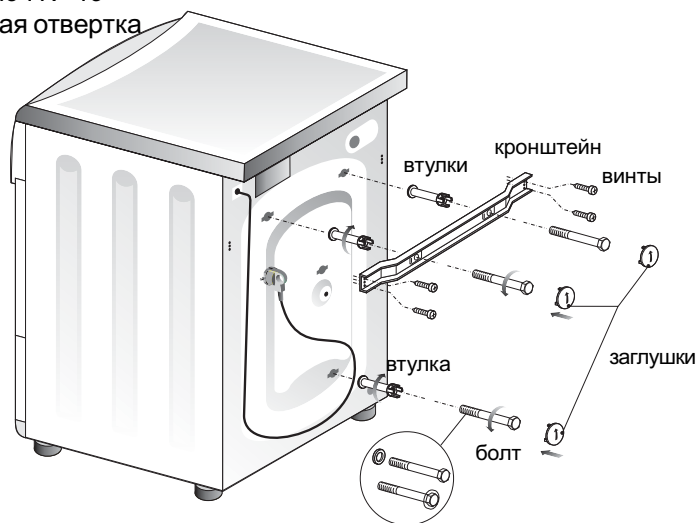

Рис. 9
**Примечание !** Пуск стиральной машины с элементами транспортной защиты может привести к ее повреждению и потере гарантии. Элементы транспортной защиты расположены с задней стороны стиральной машины (рис. 9).